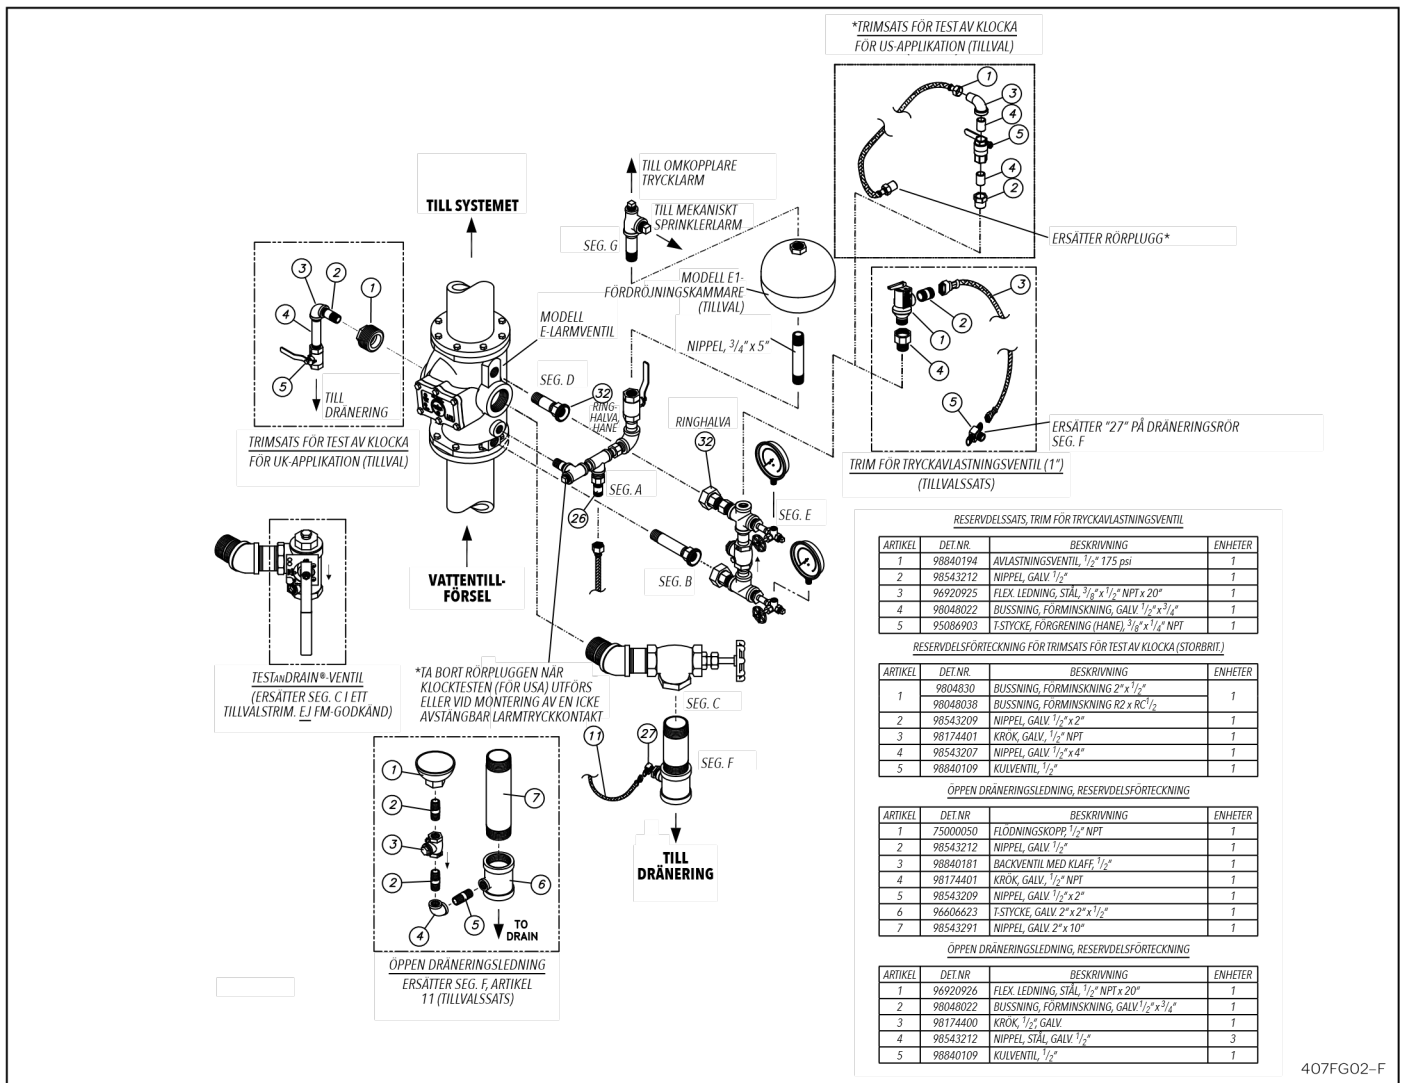

Fig. 2 – Modell E 8², öppet dräneringstrim med variabelt tryck, larmventil med flänsat inlopp och utlopp
E3-trimmsatserna för Reliables modell E-larmventil (fig. 2) är utformade för snabb, lätt och kompakt infästning och fungerar som anslutningspunkter för Reliable-larm och andra enheter. Trimmet fungerar även som ett sätt att testa funktionen hos larmenheterna utan att utlösa larmet. Tre grundläggande trimmsatser av modell E-3 är tillgängliga för användning tillsammans med modell E-larmventilen:
Valfri dräneringsledningssats behövs (fig. 2 och 3 och 5)
tryckavlastning är tillval i modell E-3 trimsatser för variabla tryck och visas i fig. 2.
• Vertikal installation med variabelt tryck (fig. 2)
• **Vertikal installation med konstant tryck (fig. 2, 3 och 7)**